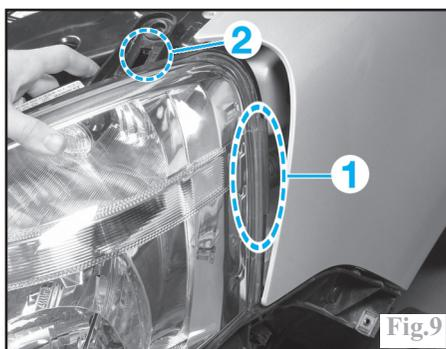

Fig.9
À la repose, insérer en premier lieu la languette (1) du projecteur dans l'aile, puis l'ergot (2) (Fig.9).